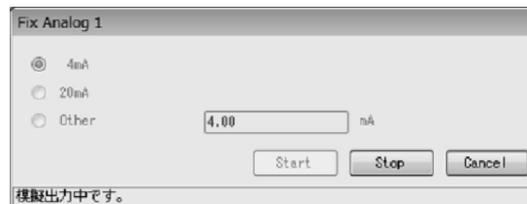

図124
- ④ 「OK」ボタンをクリックすると、設定したアナログ値が出力されます。模擬出力値の出力中は図124のように、ウィンドウ下部に“模擬出力中です。”というメッセージが表示されます。模擬出力を停止する場合は「Stop」ボタンをクリックします。